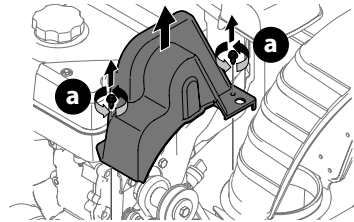

Figure 73
2. Saque la cubierta plástica de la correa que está en el frente del motor. Para ello saque los dos tornillos autorroscantes (a) (Figure 73).